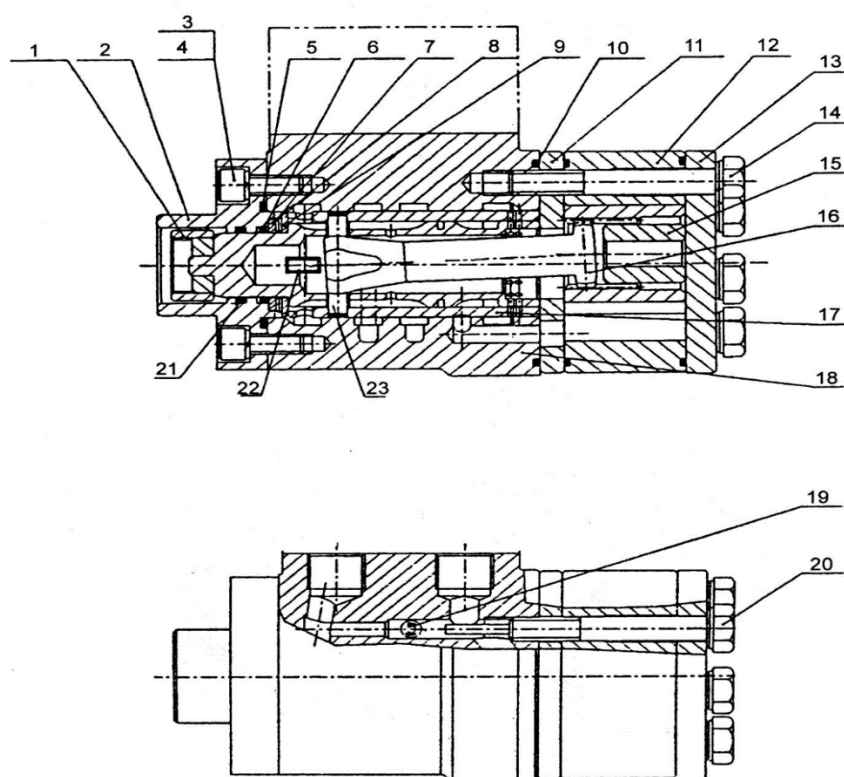

Рис. 7-2 Циклоидальный полностью гидравлический рулевой механизм
3.2 Полностью гидравлический рулевой механизм (см. рис. 7-2)
Конструкция полностью гидравлического рулевого механизма показана на рис. 7-2.